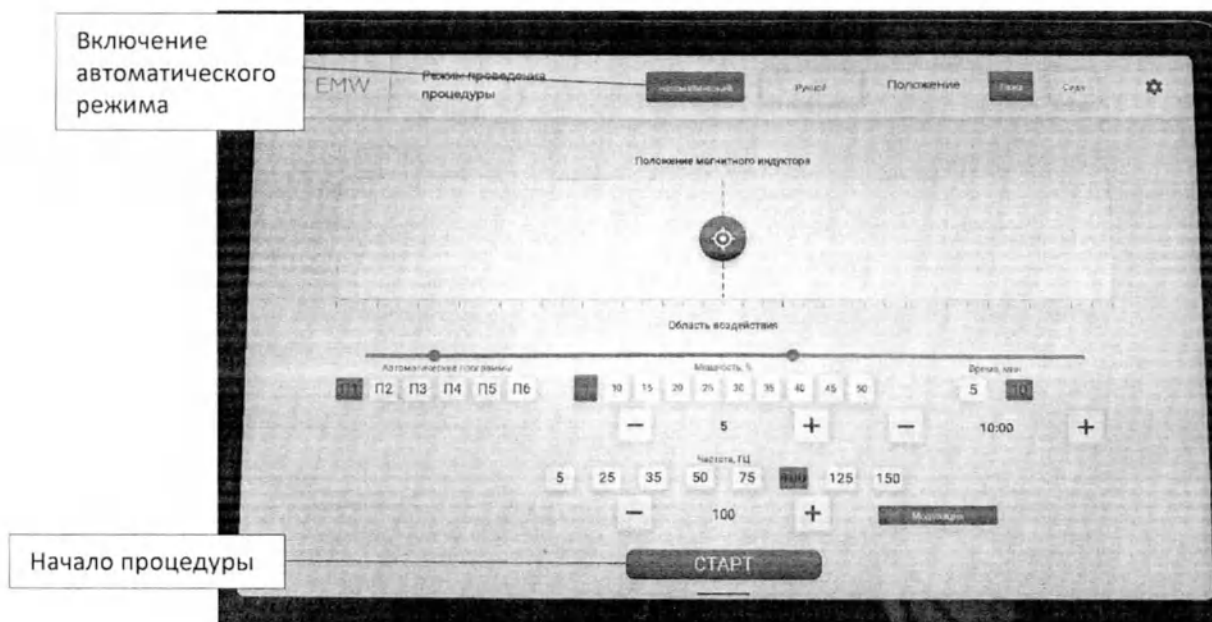

Рисунок 8 Включение автоматического режима
9.2.8 Убедившись, что пациенту комфортно на кушетке, оператор нажимает последовательно кнопку «Старт» и затем кнопку «Автоматический» на планшете. Рисунок 8